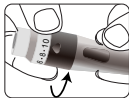

Figura 22
**PASO 1:** Desenrosque el capuchón del dispositivo de punción. Ver figura 22.